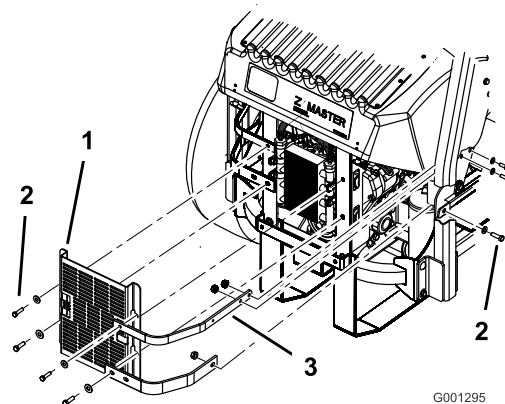

Figure 66
3. Enlevez les 4 boulons qui fixent l'écran du refroidisseur d'huile au bâti arrière (Figure 66).
4. Enlevez les 3 boulons qui fixent les barrettes du moteur au côté de la machine (Figure 66).
12. Montez l'écran du refroidisseur d'huile et les barrettes du moteur sur le bâti arrière au moyen des 4 boulons retirés précédemment (Figure 66).
13. Fixez les barrettes du moteur au côté de la machine (Figure 66).